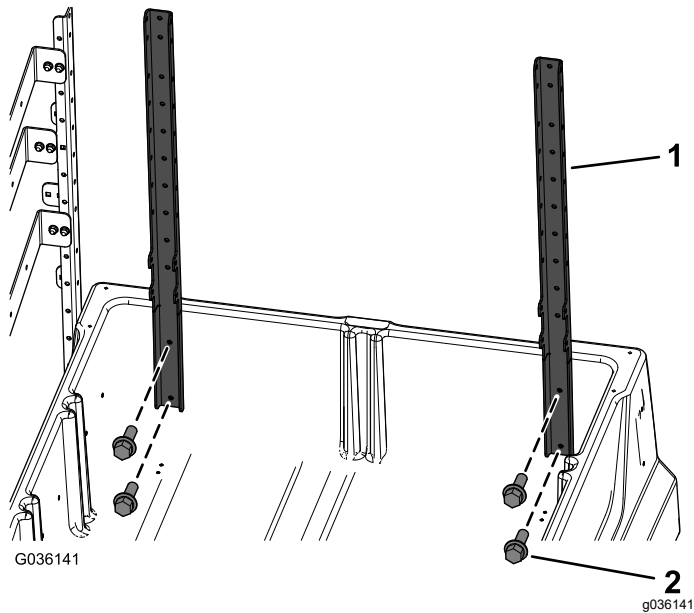

Bild 4
3. Befestigen Sie die zwei aufrechten Rahmenhalterungen lose mit vier Sechskantschrauben ($\frac{1}{4}" \times \frac{3}{4}"$) an der Innenseite der Ladepritsche, wie in **Bild 4** abgebildet.